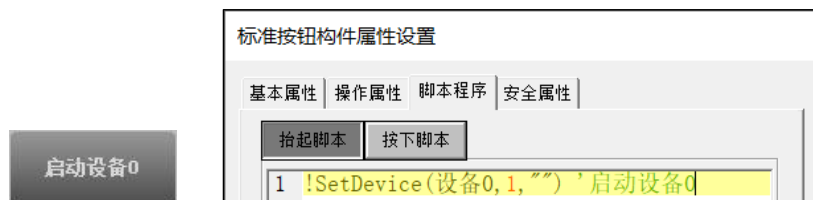

图 15.2-6 按钮 1 设置
② 然后在用户窗口 0 中新建两个按钮, 将按钮 1 的显示文本设置为【启动设备 0】, 脚本编辑为【!SetDevice(设备 0,1,"")】, 如图 15.2-6 所示。